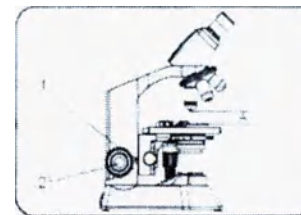

Рисунок 70
• **Фокусировка (рис. 70):**
Примечание: Следующая таблица показывает расстояние между объективом и образцом (рис. 70) при котором получается точный фокус.